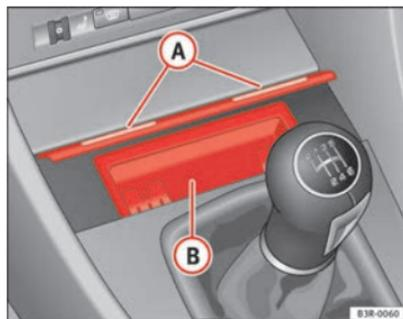

Fig. 122 Consola central:
- Presione brevemente sobre la moldura frontal del cenicero **(A)** ⇒ fig. 122.
- Agarre la carcasa del cenicero **(B)** ⇒ fig. 122 por sus concavidades laterales y extráigala hacia arriba.